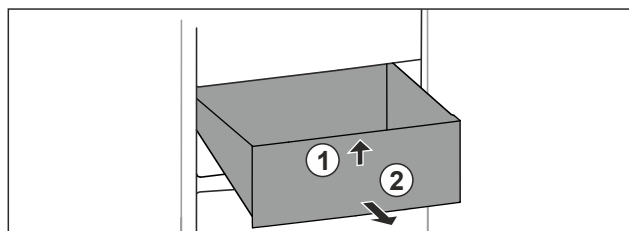

Fig. 72
- ▶ Nadzvedněte zásuvku vpředu. Fig. 72 (1)
- ▶ Vyjměte zásuvku dopředu. Fig. 72 (2)